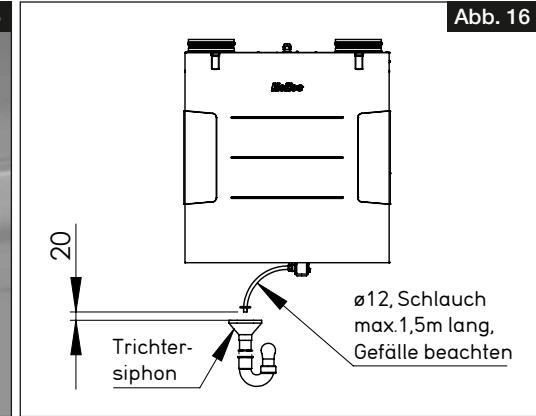

Abb. 16
- > Der Kondensatschlauch muss 20 mm über dem offenen Abfluss bzw. möglichen Wasserstand enden (s. Abb. 16).
- > Der vom Kugelsiphon abgehende Kondensatschlauch muss mit einem Gefälle nach unten, frei abtropfend in einen Trichtersiphon angeleitet werden und darf nicht in ein geschlossenes System geführt werden (s. Abb. 16).